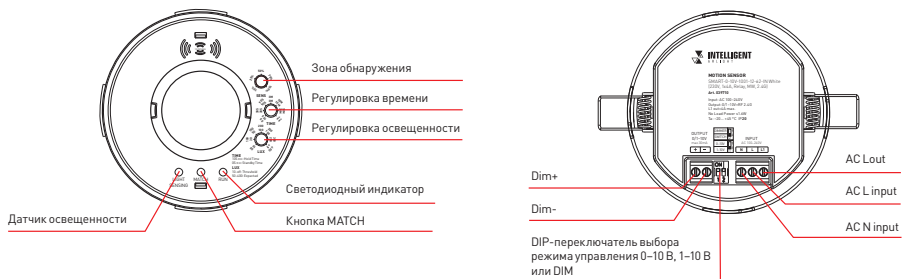

Рис. 1. Устройство датчика движения
- 3.1. Извлеките устройство из упаковки и убедитесь в отсутствии механических повреждений. Устройство датчика движения представлено на рис. 1.